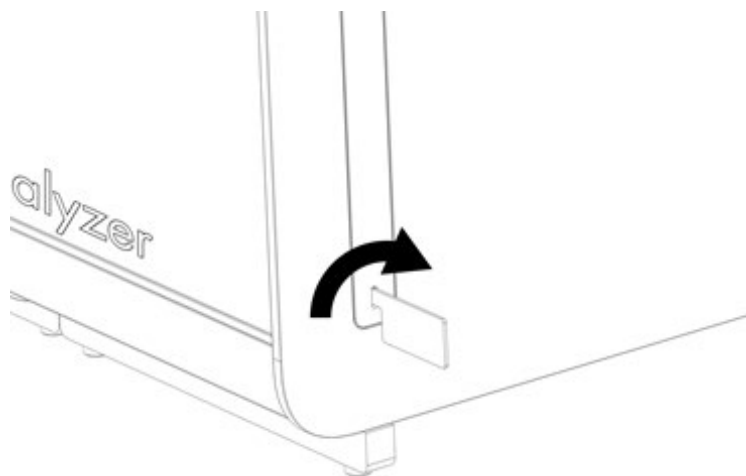

Bild 5. Ta bort skyddshöljen.
2. Ta bort skyddshöljerna från sidan av den analytiska enheten med borttagningsverktyget för den analytiska enheten som medföljde QIAstat-Dx Analyzer 2.0 (bild 5).